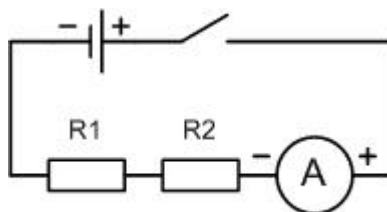

Рис. 10. Схема 5
5. Нарешті залишилося перевірити, чому дорівнює сила струму між резистором  $R_2$  і ключем (схема 5, рисунок 10). Фото цього кола зображене на рисунку 11. Зберіть це коло з розімкненим ключем. Після одержання дозволу замкніть ключ і запишіть покази амперметра  $I_2$ . Закінчивши вимірювання, розімкніть ключ.